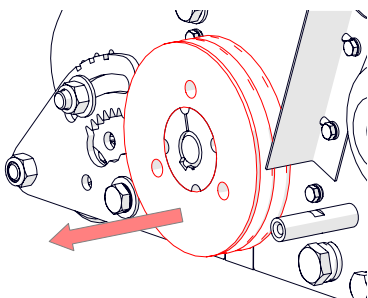

Fig. 18D - Rimuovere la puleggia
7. La puleggia del cilindro deve essere rimossa, ma è fissata da una boccola conica. Togliere i due grani [chiave esagonale da 5 mm], quindi inserire uno dei grani nella terza apertura libera: la boccola conica e la puleggia del cilindro si separeranno. Rimuovere il grano. Potrebbe essere necessario applicare maggiore forza per far scivolare la boccola conica e staccarla dall'albero del cilindro. (Fig. 18D).